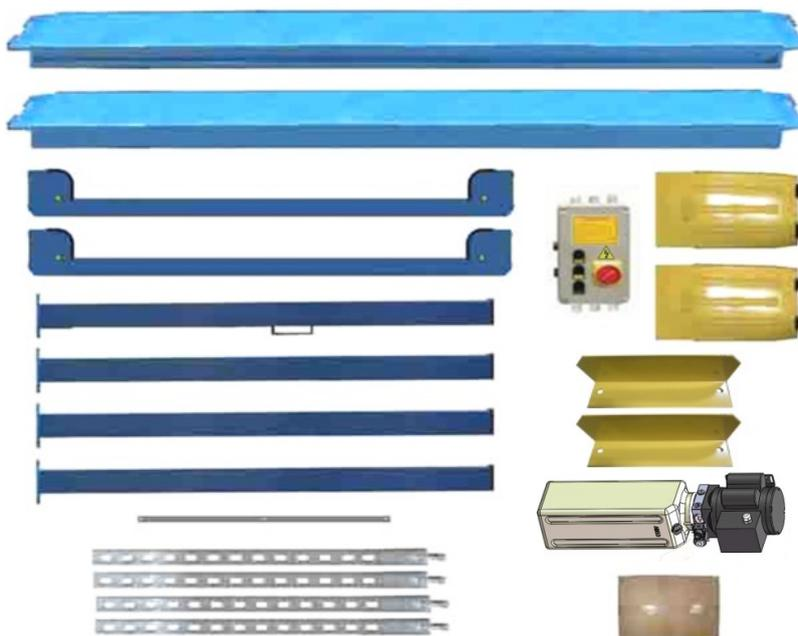

Fig.7
5. Afastar as peças e verificar as peças de acordo com a lista de peças(Ver Fig.7):